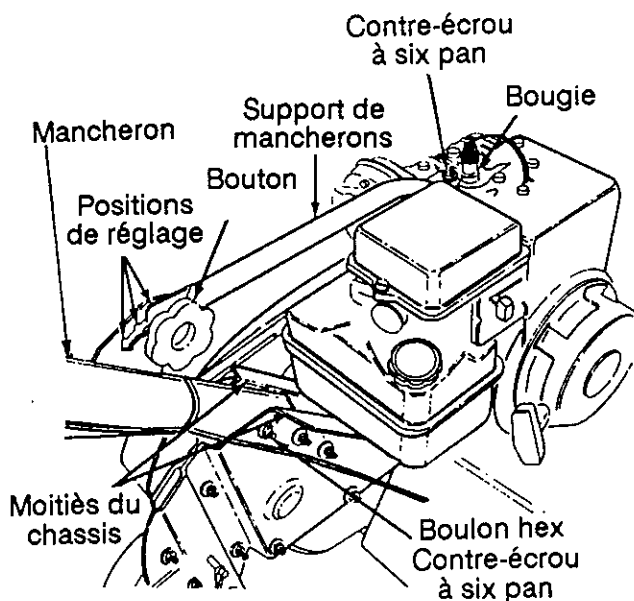

FIGURE 2
### INSTALLATION DU GUIDON ET DU SUPPORT (Voir la figure 2).
1. Enlevez le boulon hex. et la rondelle creuse qui se trouvent sur le côté supérieur droit des moitiés du châssis. Le support de guidage du câble, placé sur le côté gauche du châssis, tombe quand le boulon est enlevé. Voir la figure 2.